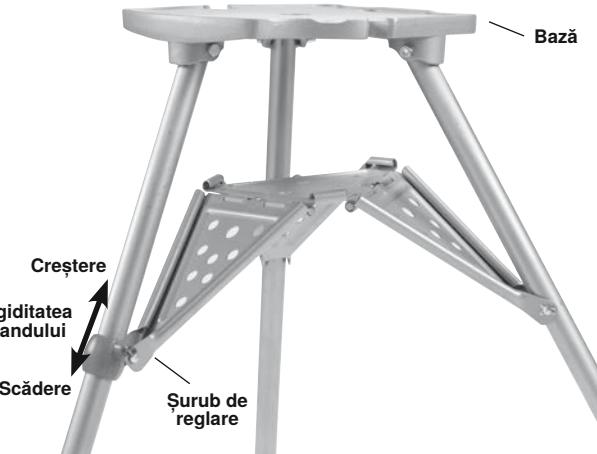

Figura 5 - Reglarea suportului tăvii
- b. Slăbiți șurubul de reglare de pe suportul tăvii din spate (vedeți Figura 5).